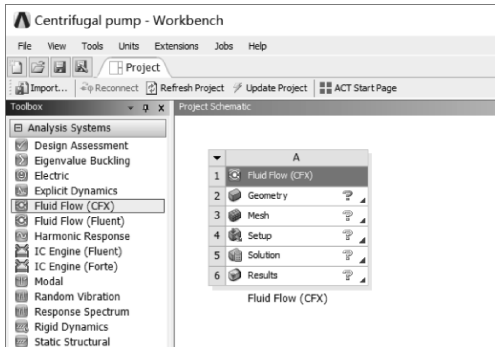

图 11-38 创建 CFX 离心泵空化现象分析
(1) 在工具箱【Toolbox】的【Analysis Systems】中双击或拖动流体动力学分析【Fluid Flow (CFX)】到项目分析流程图, 如图 11-38 所示。
(2) 在 Workbench 的工具栏中单击【Save】, 保存项目实例名为 Centrifugal pump. wbpj。工程实例文件保存在 D:\AWB\Chapter11 文件夹中。